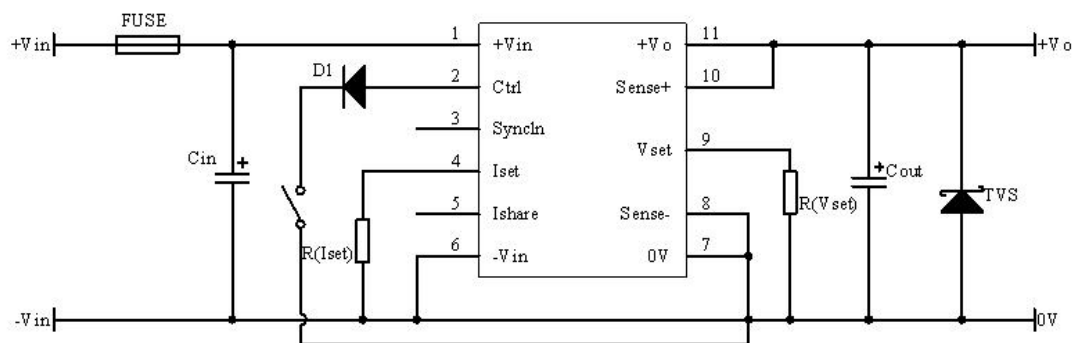

图 12 推荐测试电路
- ①产品测试及应用时，请按照图 12 推荐的测试电路搭建外围；至少保障外接一个电解电容 C_{in} ($\geq 470\mu F$)，用于抑制输入端可能产生的浪涌电压；
- ②如果产品输入端并联瞬变能量较大的电路（如并联电机驱动电路），或会导致产品输入电压被拉低，此时关注产品输入电压的波动，建议适当增大输入端电解电容 C_{in} 的容值，以保障输入端电压稳定，避免输入电压低于欠压保护点导致产品重复启动的情况；
- ③如果产品输出端为感性负载时（如继电器、电机），建议增大输出电容 C_{out} 容值，并增加 TVS 管，用以滤除电压尖峰；
- ④如需进一步减少输入输出纹波，可适当加大外接电容 C_{in} 、 C_{out} 容值或选用串联等效阻抗值小的外接电容；
- ⑤使用 Ctrl 时，可直接与 0V(Pin7) 短接实现输出使能控制，若使用远程控制且控制信号为非 TTL 电平信号或者多模块使用同一控制信号时，需要在每个模块处串联一个二极管，且从 0V(Pin7) 引脚就近独立走线作为 Ctrl 的参考地。